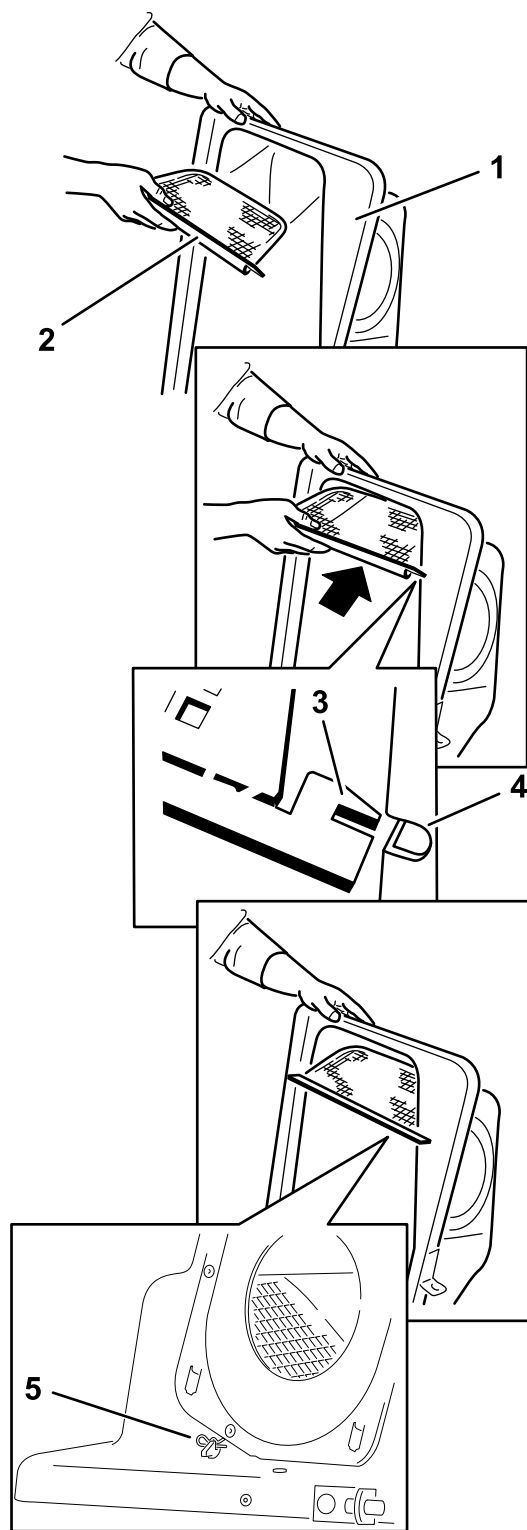

Figura 19
- Instale la rejilla según se muestra en Figura 19, de manera que quede inclinada hacia abajo, hacia las bolsas de recogida.